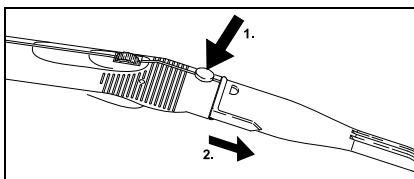

Fig. 9
- Når du skal ta av tilbehørsdeler trykker du på åpneknappene (C2 hhv. G2) og trekker delene fra hverandre (se fig. 9).